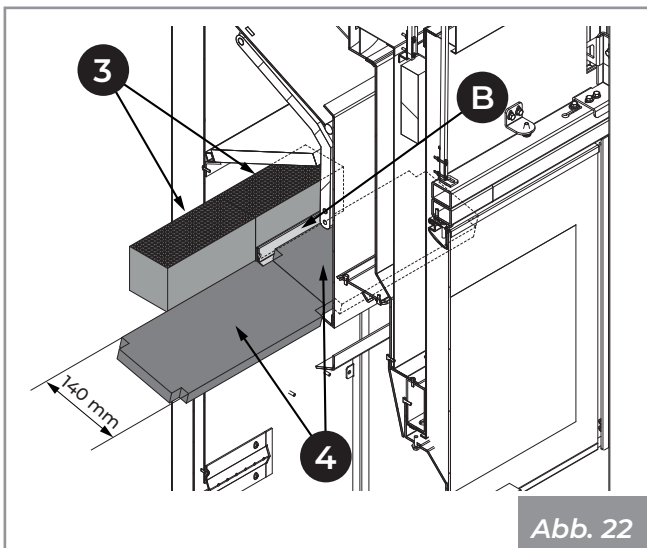

Abb. 22
- 5) Positionieren Sie den O2RING (3), indem Sie ihn in der entsprechenden Halterung einsetzen (B) (Abb. 22).